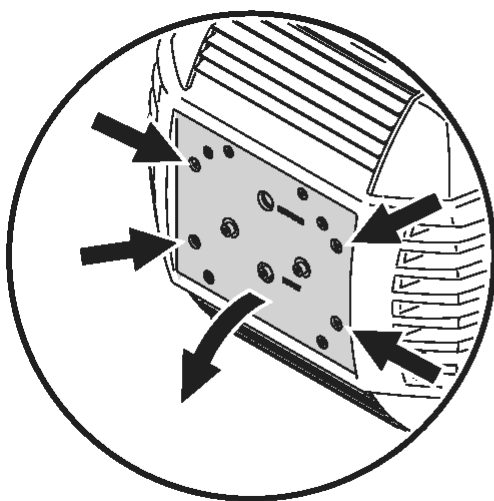

рис. 1: Открывание лампового узла
2. Отпустите 4 поворотных фиксатора, отмеченных стрелками на основании лампы, как показано на рис. 1. Извлеките ламповый узел из корпуса головы.